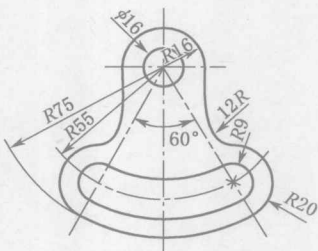
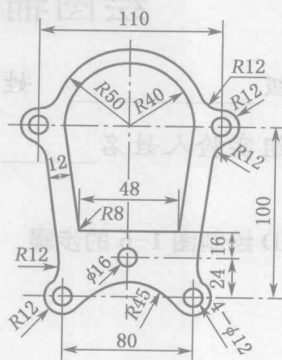

图 1-6
图 1-9
- (6) 用 AutoCAD 绘制如图 1-6~图 1-9 所示图形,注意精确作图。